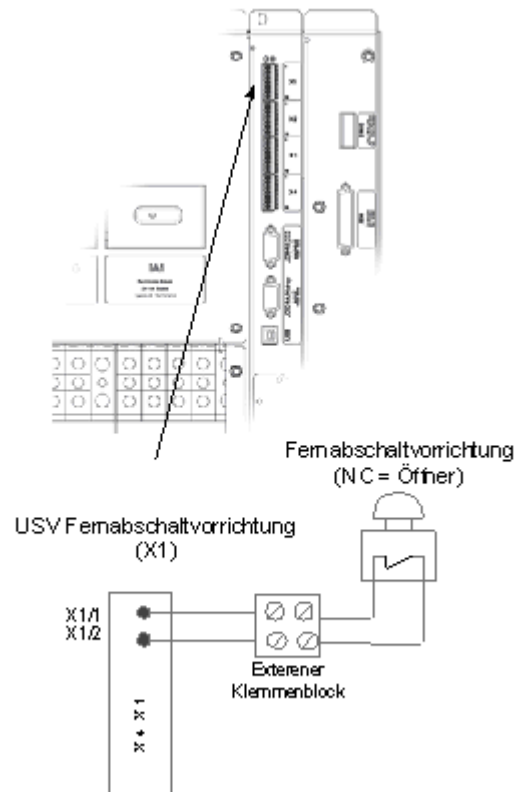

Abb. 29: Verkabelung Fernabschaltvorrichtung
2. Schließen Sie das Kabel entsprechend *Abb. 29* an.